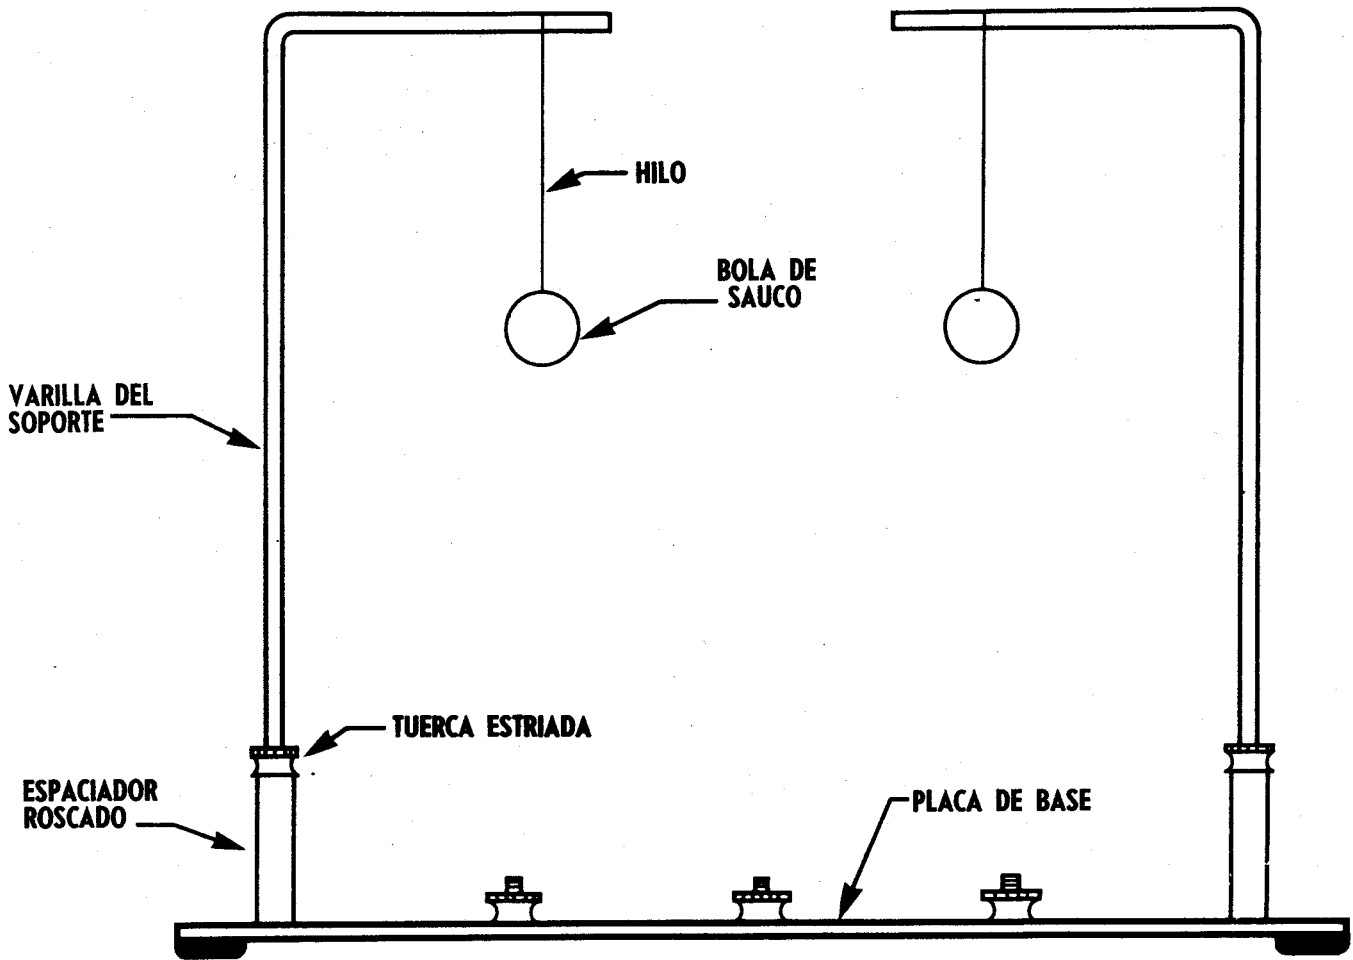

Fig. 2-1
8. Monte las varillas de soporte y las bolas de sauco como se ilustra en la Fig. 2-1.